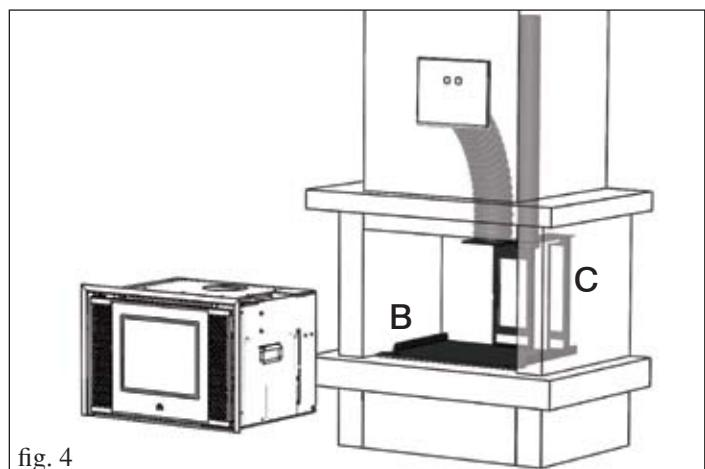

fig. 4
- Instalar la placa de base (B) del kit en la posición que deberá tener INPELLET 49 (fig. 4). Fijar la placa (B) con los pernos suministrados.